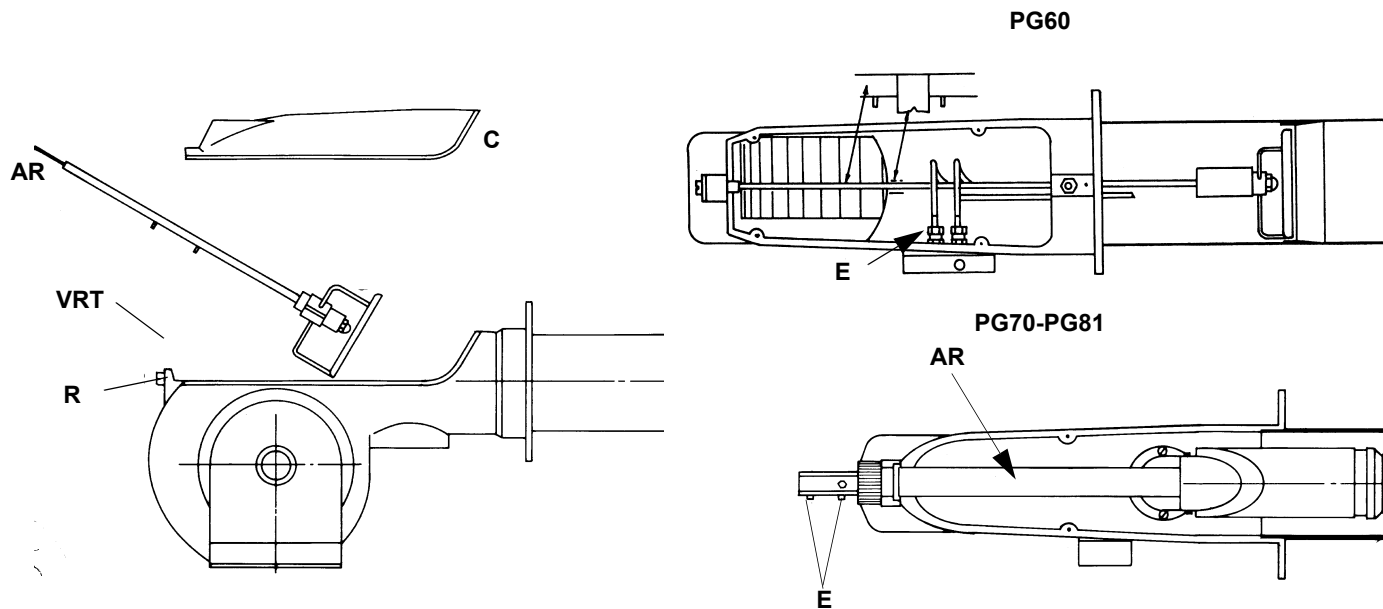

Рис. 15
- 1 Открутить соединительные детали (Е на Рис. 15) двух дизельных трубок (использовать 2 ключа во избежание расслабления крепежных соединений на блоке распределителя);